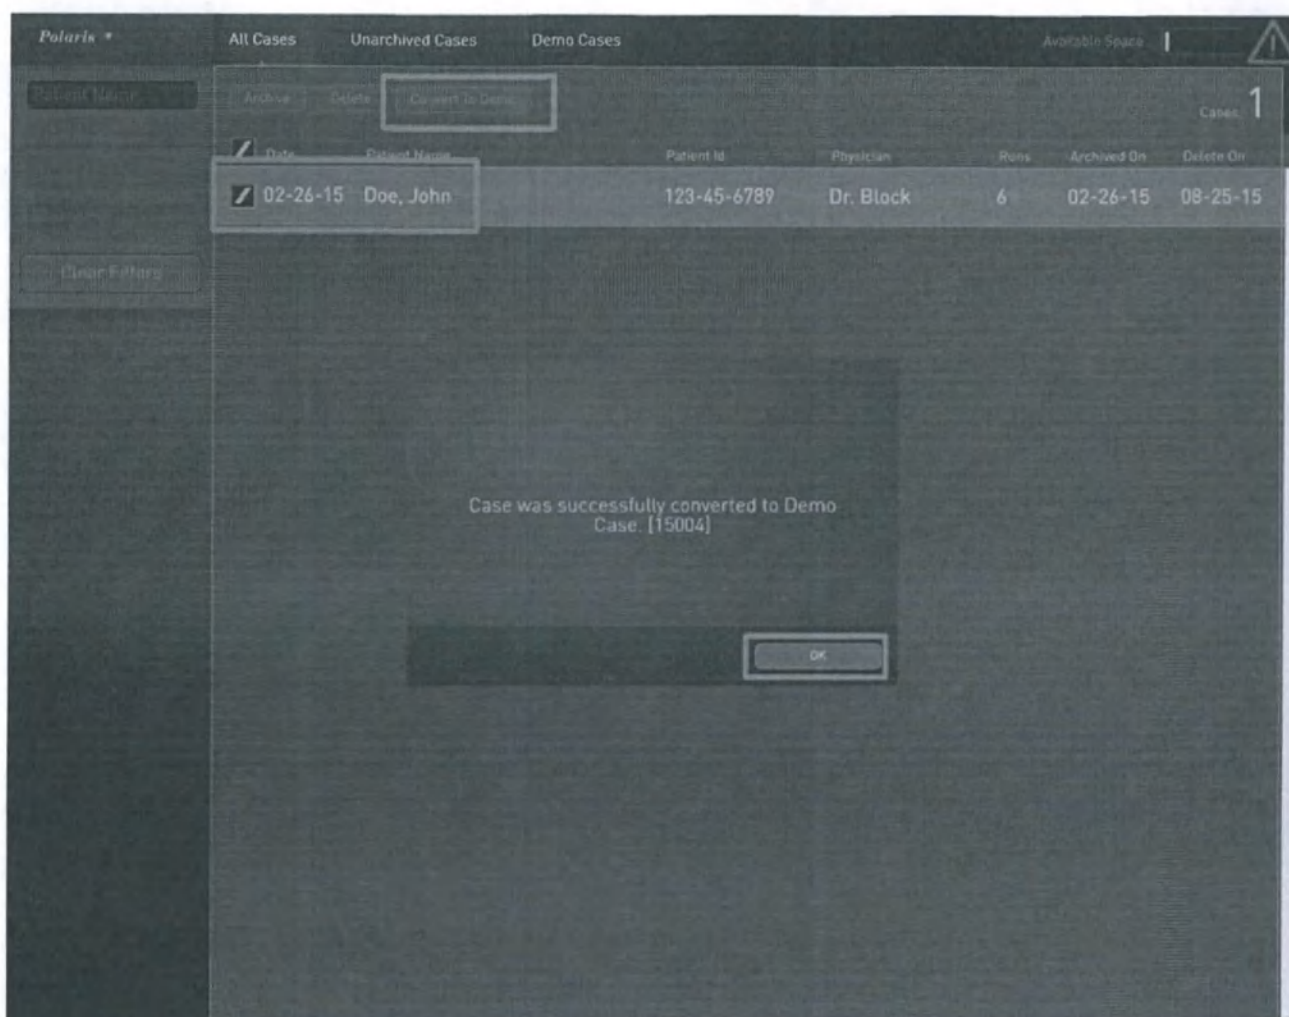

Рисунок 2-44: Преобразование одного или нескольких случаев в демонстрационные
3. Нажмите кнопку «ОК», чтобы закрыть окно и завершить процесс. См. Рисунок 2-44.